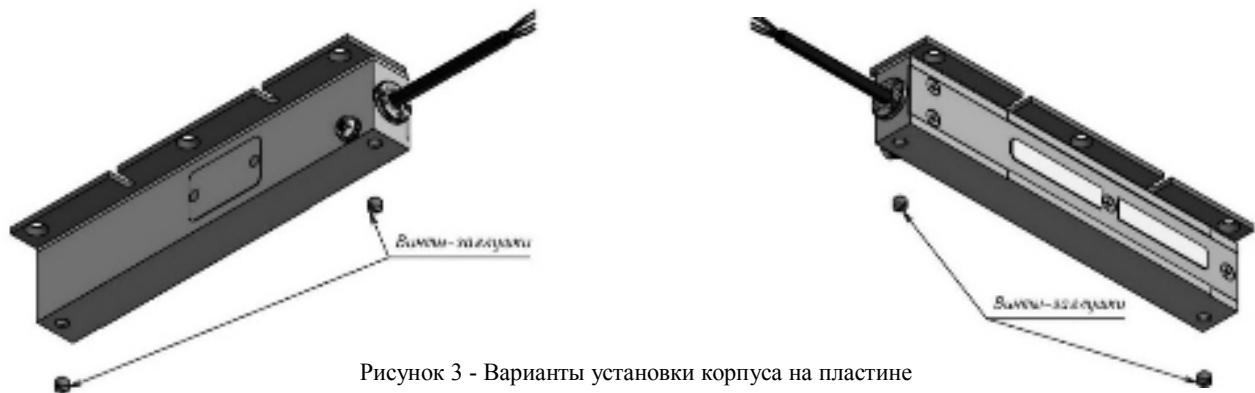

Рисунок 3 - Варианты установки корпуса на пластине
Планка (2) под полкой угольника служит для исключения удара торца якоря о кромку угольника в процессе работы. Пластина (3) предназначена для крепления корпуса на дверной коробке и может устанавливаться в двух вариантах (рисунок 3).